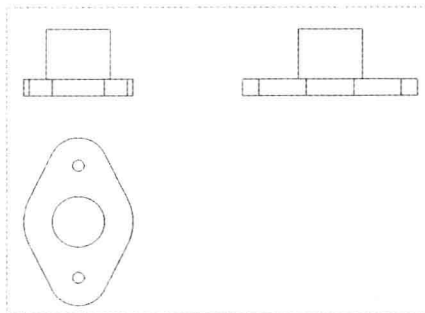

图 12-74 图形文件
Step 01 按【Ctrl+O】组合键，打开图形文件，如图 12-74 所示，在“功能区”选项板中切换至“注释”选项卡。